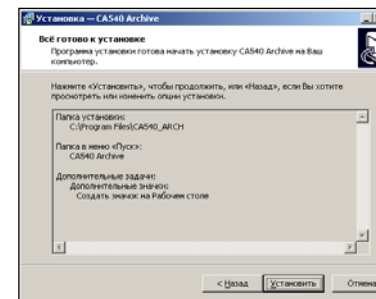
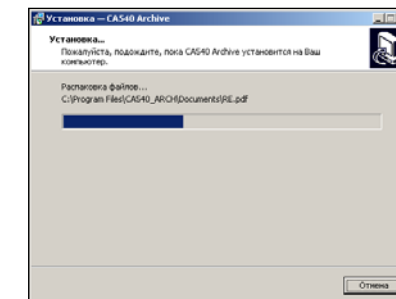

Рисунок 8.16
Рисунок 8.17
5) На екрані з'явиться вікно (рисунок 8.16). Для продовження натисніть [Установить]. На екрані з'явиться вікно, що демонструє динаміку процесу встановлення програми (рисунок 8.17).